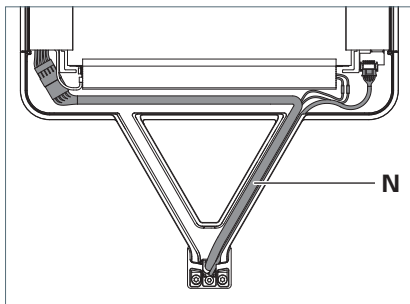

Fig. 8: Riporre le linee.
- ▶ Riporre le linee **N** nella testa dell'apparecchio come indicato in figura vedere Fig. 8.